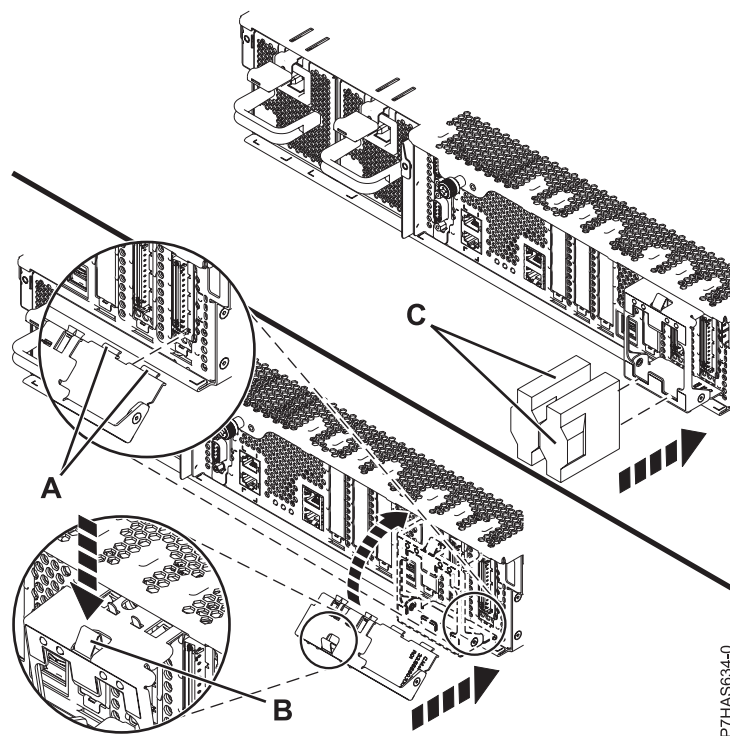

Figure 13. Remise en place du crochet de fixation de câble
8. Si le crochet de fixation de câble, illustré dans figure 13, à la page 15, est fourni, procédez comme suit :
- a. Afin de bloquer la patte inférieure dans l'emplacement du bloc, inclinez légèrement le support de câble **(A)** (voir la figure 13, à la page 15).